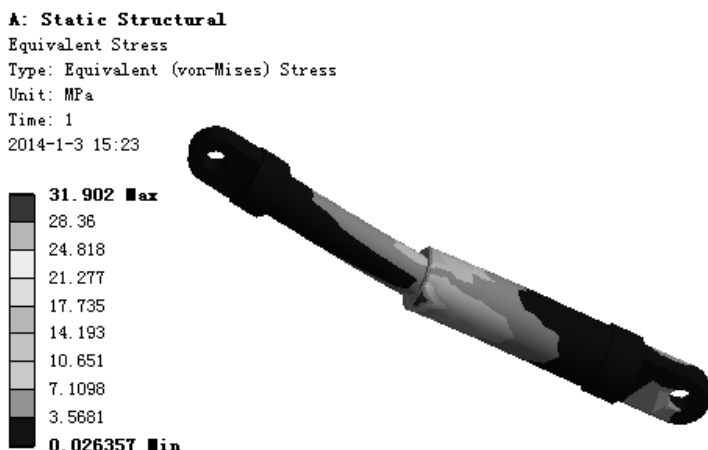

图 7.6.38 应力结果图解
(1) 求解分析。在顶部的工具栏中单击 **Solve** 按钮求解分析。
(2) 查看应力结果图解。在“Outline”窗口中选中 **Equivalent Stress**，查看图 7.6.38 所示的总应力结果，其最小应力为 2.6357×10^{-2} MPa，其最大应力为 31.902 MPa。